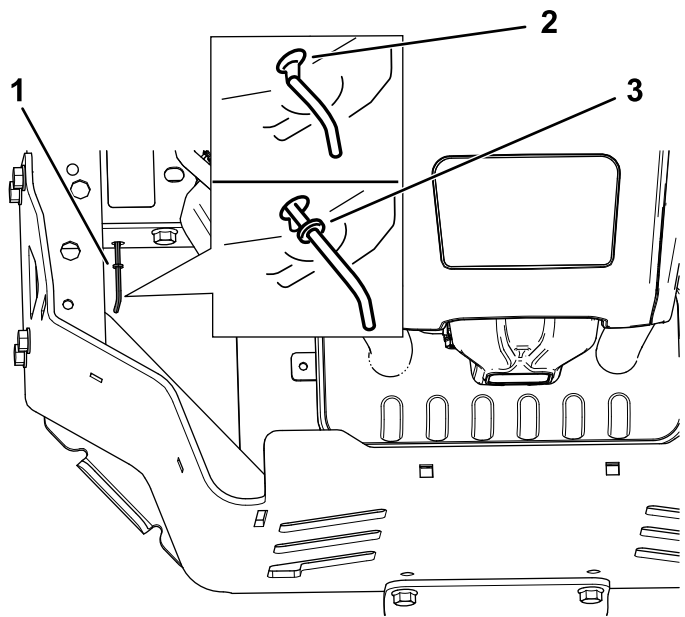

Figura 38
4. Spostate in avanti le leve di bypass attraverso il foro della chiavetta, quindi verso il basso per bloccarle in posizione (Figura 38).
Spostate indietro le leve di bypass attraverso il foro della chiavetta, quindi verso il basso per bloccarle in posizione, come illustrato nella Figura 38.